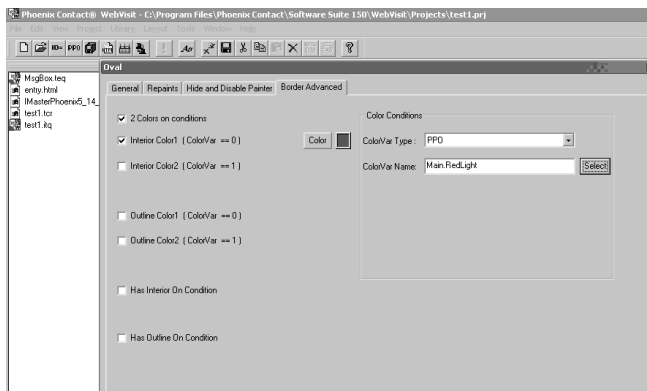

Рис. 3. Окно привязки переменных
5. Таким же образом поступаем для остальных сигналов светофора (желтого и зеленого) (рис. 3).